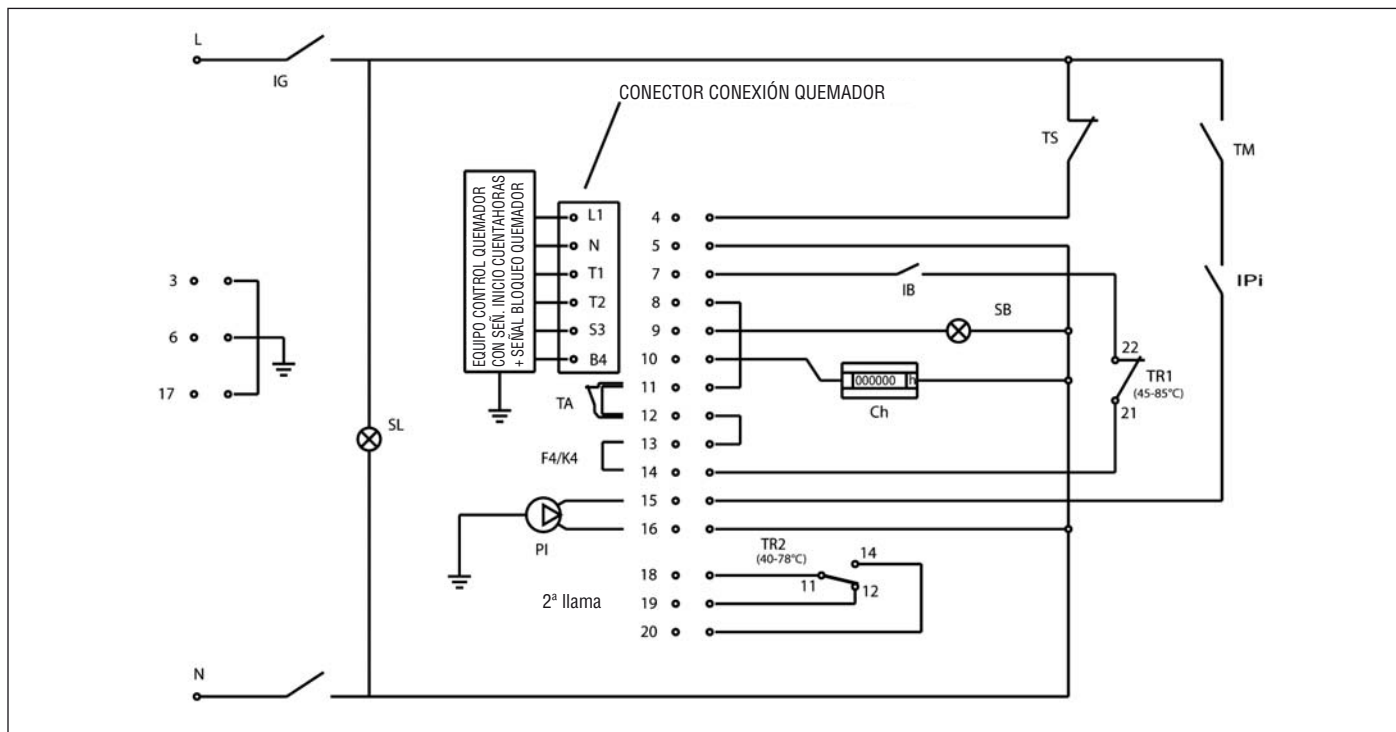

Fig. 17
7.2 Esquema eléctrico para quemador y bomba monofásico (Fig. 17)